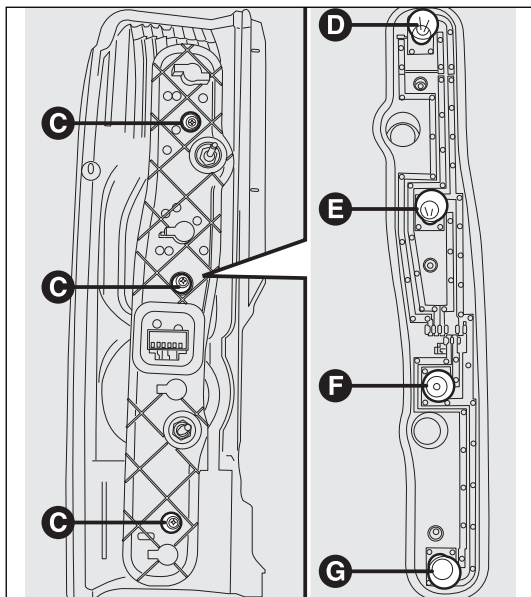

fig. 196
- quitar los tornillos C-fig. 196 con el destornillador suministrado y extraer el portalámparas;